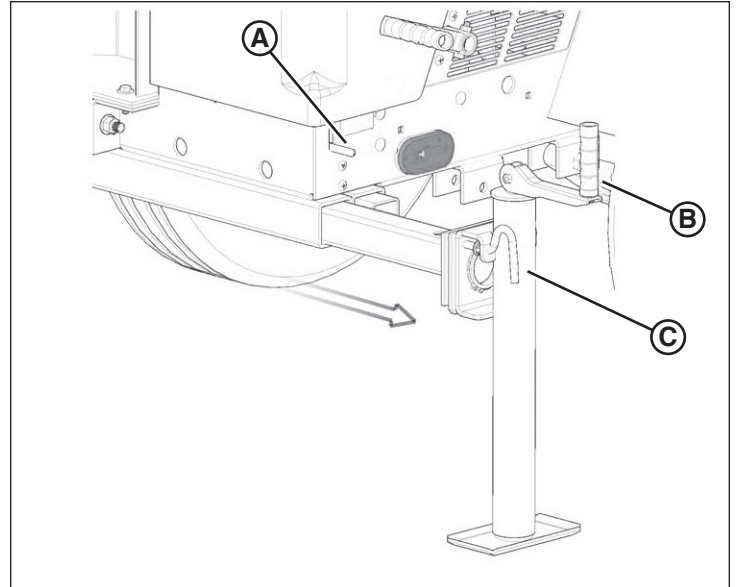
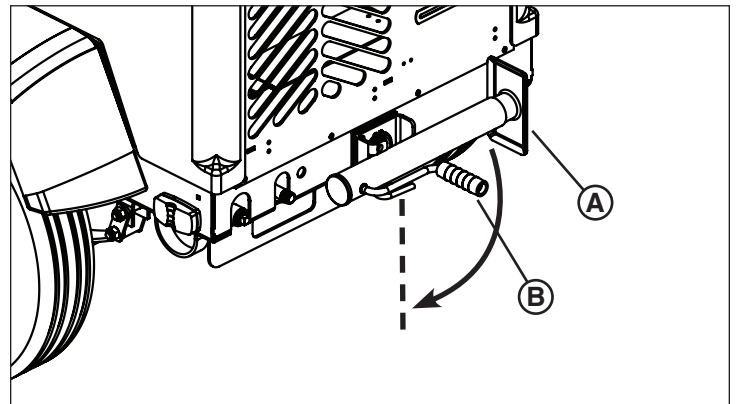
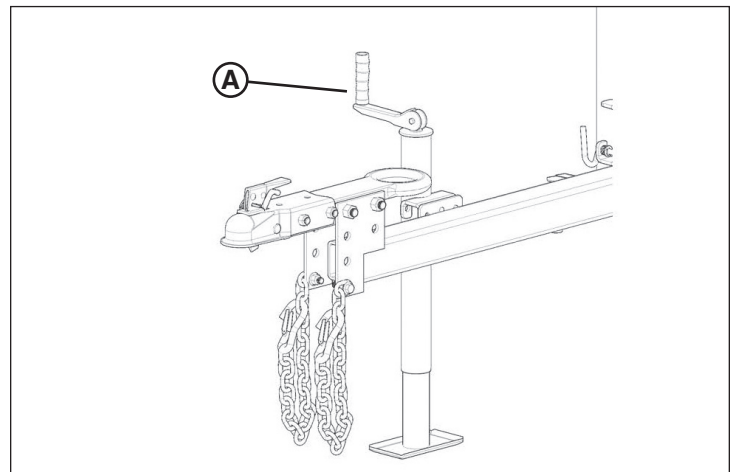

Figure 17
Figure 18
Figure 19
3. Étendre le bras stabilisateur avant, et verrouiller en place avec la goupille d'arrêt du longeron (A, Figure 17).
4. Tourner chaque cric du bras stabilisateur perpendiculaire au sol, et verrouiller en place avec la goupille du cric (C, Figure 17). Faire la même chose avec le cric du stabilisateur arrière (A, Figure 18).
5. Ajuster chaque cric de stabilisateur (B, Figures 17 et 18) et le vérin de flèche (A, Figure 19) pour atteindre une mise à niveau appropriée.